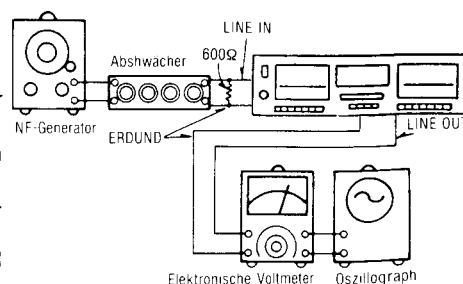

Fig. 15
1. Den Meßaufbau zeigt Fig. 15.